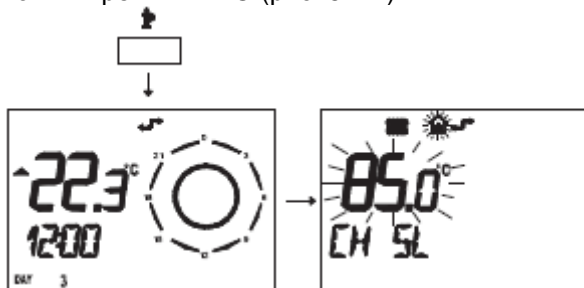

рис. 5.44
- Чтобы поменять настройку поверните ручку 2 (см. рис. 5.41 – рис. 5.42), установив её на выбранное значение режима работы насоса (на рис. 5.44 пример ручки, установленной на режим насоса ON); на дисплее LCD изображение P13 чередуется с 04.
- Жмите дольше, чем 3 секунды кнопку P, чтобы войти в режим INFO (рис. 5.44).